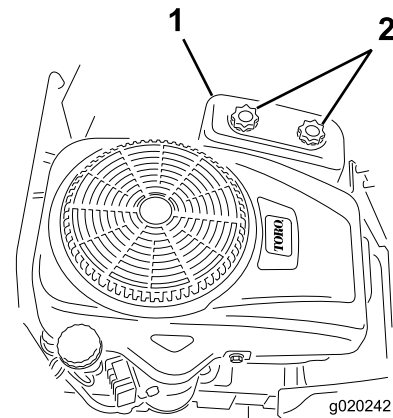

Bild 35
3. Schrauben Sie die zwei Handräder ab, um die Luftfilterabdeckung abzunehmen (Bild 35).
3. Setzen Sie die Luftfilterabdeckung auf und ziehen Sie die zwei Handräder an (Bild 35).